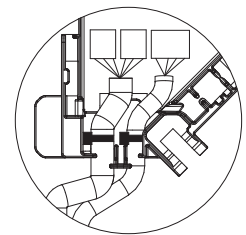

Fig. 10-15
- Sicherstellen, dass der das i-See-Sensor- und Signalempfänger-Verbindungskabel sichernde Kabelbinder im Innern des Anschlusskastens platziert ist. (Fig. 10-15)